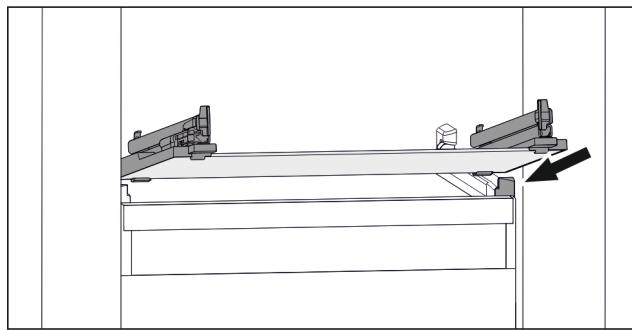

Fig. 111 Примерно изображение на стъклена плоча
- ▶ Поставете стъклена плоча под ъгъл зад ограничителите. (виж Fig. 111)